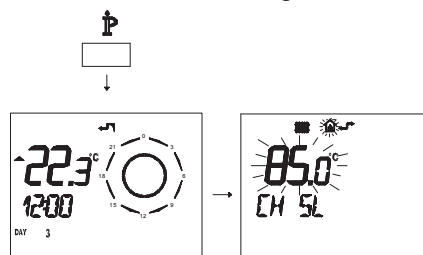

Figura 5.56
- Premere per più di 3 secondi il pulsante **IP** per entrare in modalità **INFO** (Figura 5.56).